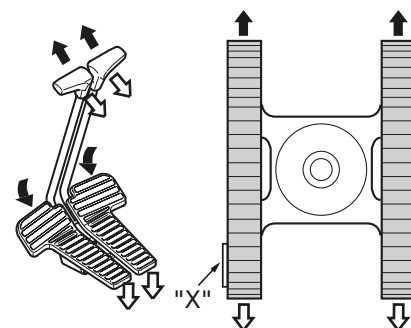

Figura 29
3. Para viajar en línea recta (Figura 29), empuje ambos controles de avance palancas/pedales completamente hacia adelante o hacia atrás. Cuanto más se presionen, más rápida será la velocidad de viaje.